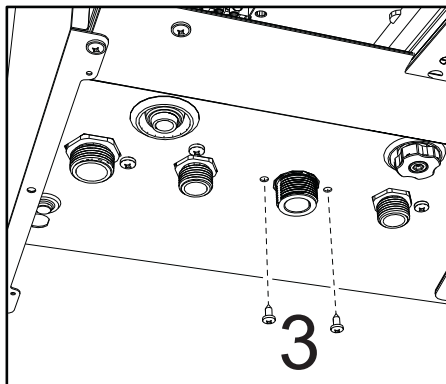

fig. 58
- Desenrosque los tornillos "3" (fig. 58)